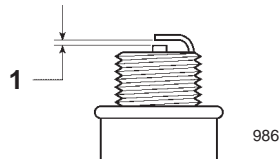

Bild 24
4. Stellen Sie den Elektrodenabstand an der neuen Zündkerze auf 0,50 mm ein (Bild 24).